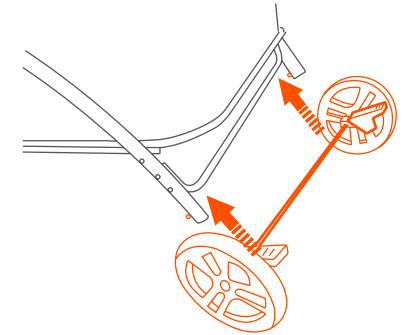

Fig. 4g
- Insert the rear wheel assembly into the frame bushing from the rear side (Fig 4g).
- Introduzca el montaje de la rueda trasera en el casquillo del armazón desde la parte trasera (Fig 4g).
- Insérer l'assemblage de la roue arrière dans la douille du cadre à partir de l'arrière (Fig 4g).